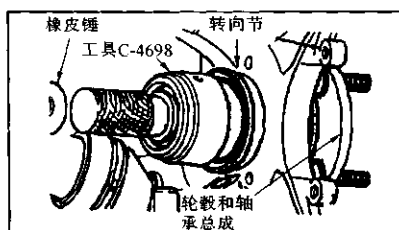

图 7-3-17 密封件的安装
② 安装:
2) 用油封安装工具 C-4698(或类似工具)将油封装入转向节(见图 7-3-17),用合适的润滑剂润滑油封。